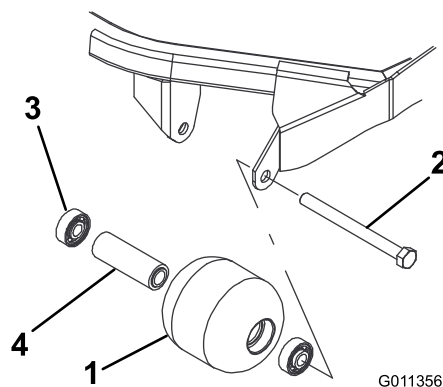

Figure 80
1. Retirez le boulon de fixation du galet (Figure 80).
4. Vérifiez l'état du logement des galets, des roulements et de la douille d'écartement de roulements (Figure 80)
1. Enfoncez le premier roulement dans le logement à la presse (Figure 80). Exercez la pression uniquement sur la bague extérieure ou uniformément sur les bagues intérieure et extérieure.
2. Insérez l'entretoise (Figure 80).
3. Enfoncez le second roulement dans le logement (Figure 80) en exerçant une pression uniforme sur les bagues intérieure et extérieure jusqu'à ce que la bague intérieure rencontre la douille d'écartement.